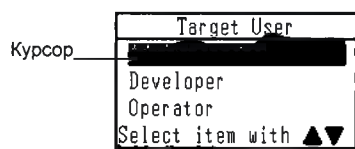

Рис. 15.9 Экран [Пользователя-исполнителя]
- 2 Введение пароля для каждого пользователя (Рис. 15.2.4 Изменение пароля "). Введение пароля для каждого пользователя на экране изменения пароля (Рис. 15.9).